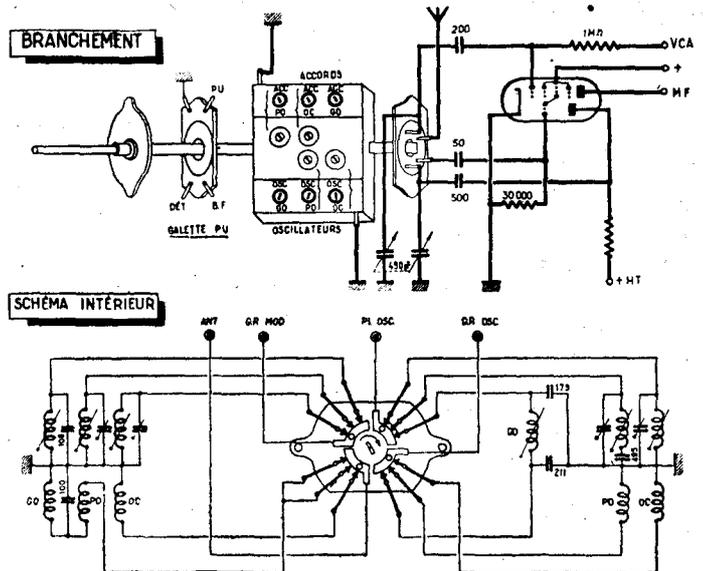

Fig. 2. — Schémas de branchement, de montage intérieur et d'encombrement d'un bloc d'accord à 3 gammes (Visodion R23A)
Ce bloc est représenté sur la figure 2. On a indiqué les connexions des bobinages du bloc avec la lampe oscillatrice-modulatrice (ECH41 ou ECH42, ECH3 ou 6E8 en l'es-pèce), les condensateurs variables d'accord et d'oscillatrice, les condensateurs fixes et les résistances. Ce bloc blindé couvre les gammes (PO) de 1604 à 515 kc/s (GO) de 306 à 155 kc/s (GO) et (OC) 17,98 à 5,88 Mc/s avec un condensateur variable de 490 pF avec trimmer ; la fréquence intermédiaire est de 455 kc/s. On peut employer des antennes diverses, les circuits du bloc étant à haute impédance.
Sur la figure 2, (schéma intérieur), le schéma est disposé de manière à faire apparaître le commutateur et ses connexions. On peut donc reconnaître à la fois les connexions de branchement et les positions respectives des bobinages. Les galettes du commutateur sont représentées vues du côté du mécanisme en position